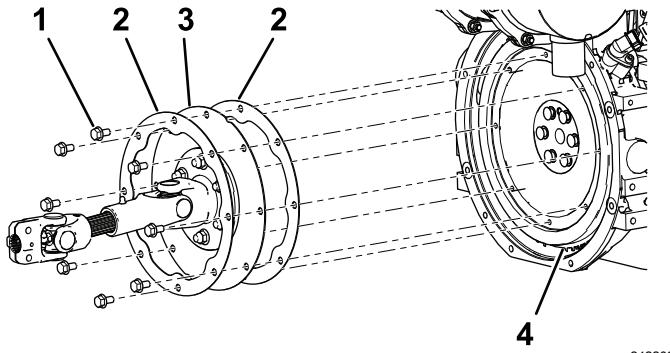

Bild 4
9. Legen Sie einen Stützring auf jede Seite des langen Endes der neuen Antriebswelle (Bild 4).
10. Fluchten Sie die Löcher im langen Ende der neuen Antriebswelle und die Stützringe mit den Löchern im Schwungrad des Motors aus (Bild 4).
11. Tragen Sie etwas Gewindesperrmittel mittlerer Festigkeit auf die Gewinde der beiliegenden acht kürzeren Bundkopfschrauben auf (Bild 4).
12. Befestigen Sie die Antriebswelle und die Stützringe mit den beiliegenden acht Bundkopfschrauben am Schwungrad (Bild 4).